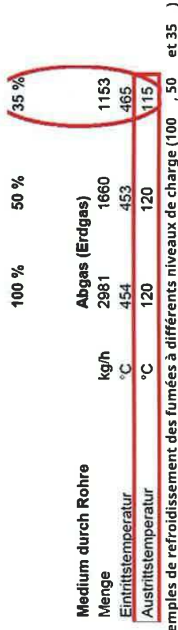

Figure 2 : Exemples de refroidissement des fumées à différents niveaux de charge (100 %, 50 % et 35 %)
Il n'est pas nécessaire d'installer des dispositifs d'évacuation directement après l'ECF, car le refroidissement n'est pas sensiblement plus important dans cette configuration qu'avec des charges, donc des fumées plus importantes. Cela s'explique par de plus faibles turbulences dans l'ECF, d'où le fait que la chaleur transférée ne soit pas proportionnelle au débit réduit des fumées (voir Figure 2).
- Figure 2 : Exemples de refroidissement des fumées à différents niveaux de charge (100 %, 50 % et 35 %) 9